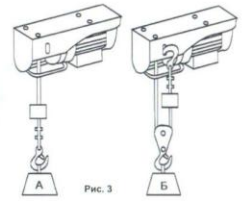

Рис. 3
- В зависимости от массы поднимаемого груза выберите один из двух возможных вариантов использования электродвигателя: без полиспаста вариант «А» и с полиспастом (система с блоком) вариант «Б» (См. Рис.3).
- Обратите внимание на то, что вариант «Б» (См. Рис.3) позволяет двукратно повысить грузоподъемность тельфера, однако высота и скорость подъема в этом случае уменьшается также в 2 раза.